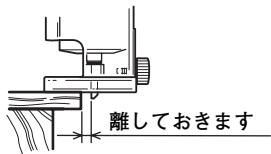

図 8
(1) スイッチを入れるときは、ビットを材料から離し、本体をしっかり保持した状態で入れてください。(図 8)
(2) 送りの方向